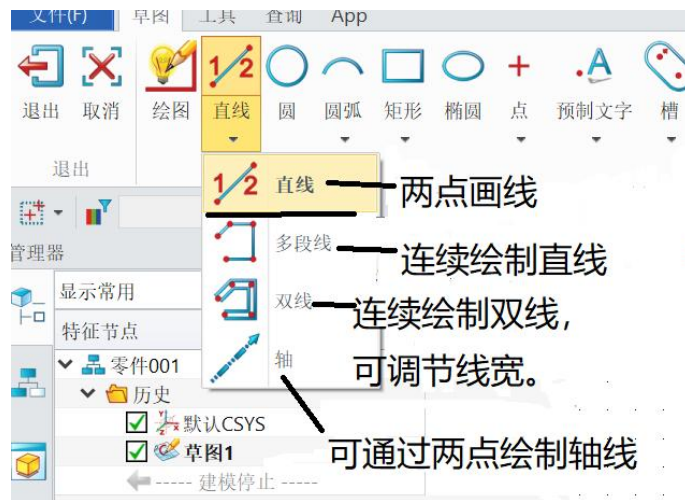

图 1-7 直线指令介绍
(1) 直线绘制, 直线绘制指令如图 1-7 所示, 常用指令是第一个: “直线” 指令。